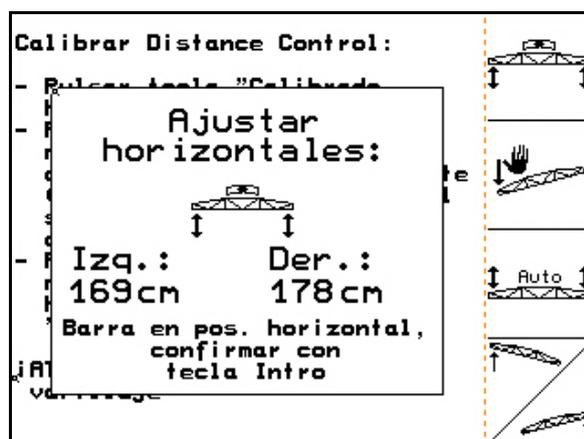

Fig. 17
4.  Alinear el varillaje horizontalmente. La altura actual de los dos sensores se muestra de forma permanente (Fig. 17).